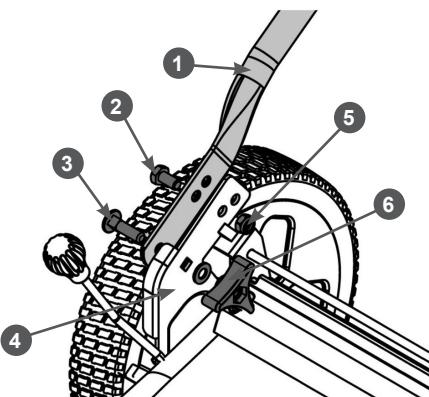

Рис. 3 Установка нижней части рабочей рукоятки
- Установите нижнюю часть рабочей рукоятки. Совместите отверстия в кронштейне и рукоятках и закрепите нижнюю часть рабочей рукоятки на кронштейне с помощью болтов и гаек, как показано на Рис. 3.
Нижнюю часть рабочей рукоятки можно установить в два положения (выше или ниже). Для этого установите болт 2 в соответствующую пару отверстий в кронштейне 4 и в нижней части рабочей рукоятки 1 (Рис. 3). Окончательную затяжку болтов и гаек выполните после установки верхней части рабочей рукоятки и проверки наиболее удобного положения рабочей рукоятки.